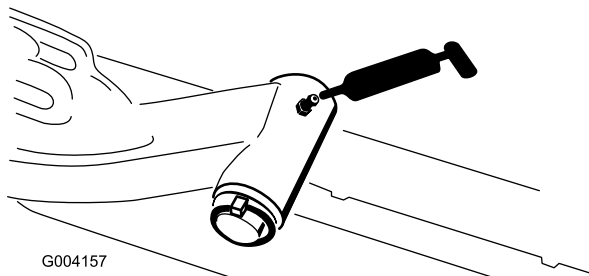

Figura 45
- Veio da articulação do braço de elevação (1 de cada) (Figura 45)